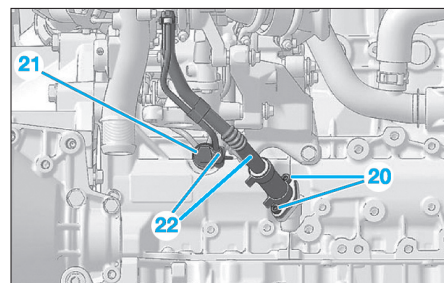

Fig. 52
- Déposer les vis (20) et (21) de l'ensemble des tuyaux de graissage du biturbocompresseur (22) (Fig.52).